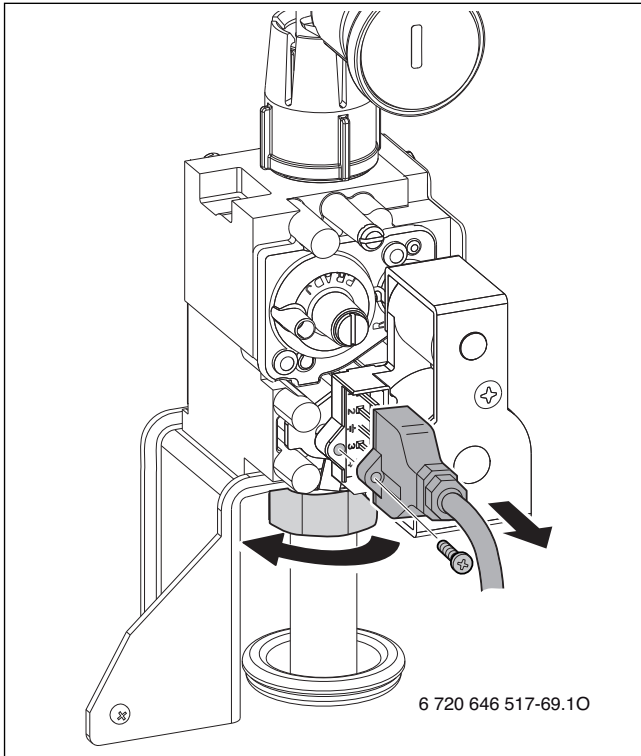

Bild 104
- ▶ Schraube entfernen (→ Bild 104).